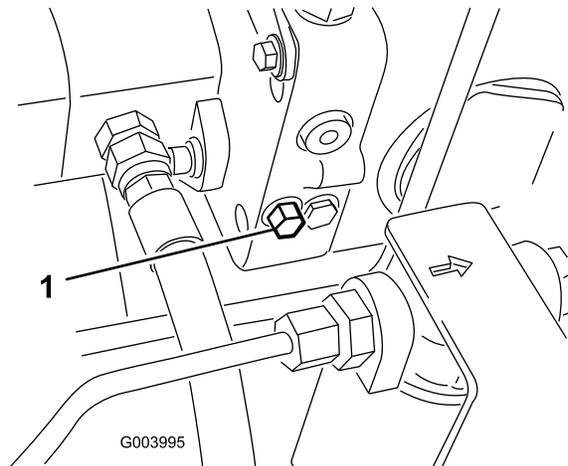

Figura 41
1. La válvula de desvío está situada en el lado izquierdo del hidrostato (Figura 41). Gire el perno una vuelta y media para abrirla y dejar pasar el aceite internamente. Puesto que el aceite se desvía, la máquina puede ser movida lentamente sin dañar la transmisión.